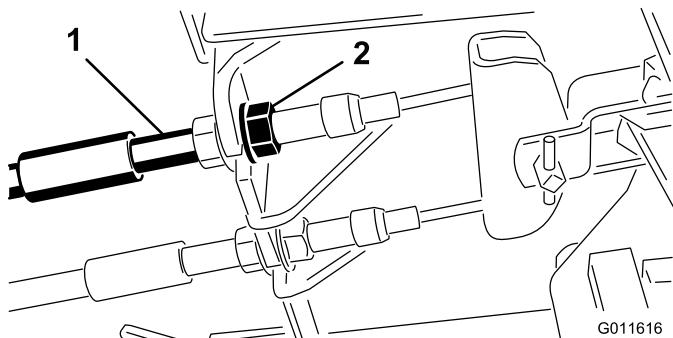

Figura 65
1. Per ridurre il gioco dei pedali del freno, stringete i freno allentando il dado anteriore sull'estremità filettata del cavo del freno (Figura 65).